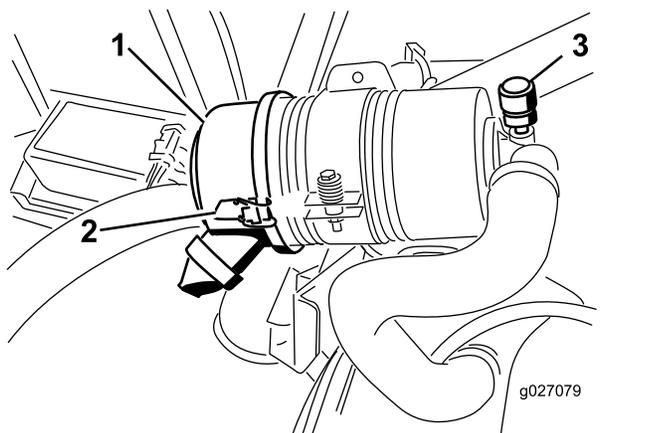

図 49
エアクリーナのフィルタの整備は、インジケータが赤色になってから行ってください **図 49**。早めに整備を行っても意味がありません。むしろフィルタを外したときにエンジン内部に異物を入れてしまう危険が大きくなります。
- エアクリーナのカバーをボディーに固定しているラッチを外す **図 49**。